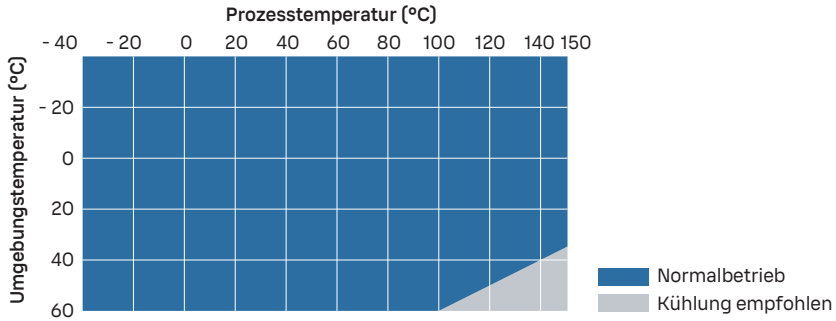

Abbildung 8 Prozesstemperatur und empfohlene Kühlung
- Verwenden Sie eine zusätzliche Kühlung gemäß Abbildung 8 \(Seite 46\). Beachten Sie, dass die Werte in der Abbildung Richtwerte sind. Die erforderliche Kühlung hängt von der Installationsposition und -umgebung ab.